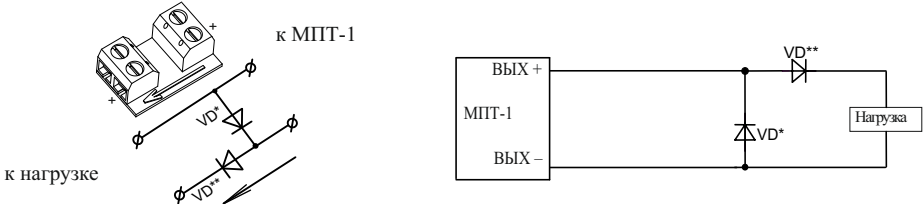

Рисунок 3
5.18 Для обеспечения контроля целостности выходных цепей в разрыв выходной цепи непосредственно к нагрузке должно быть подключено устройство подключения нагрузки (далее – УПН) (Рисунок 3). Стрелка на корпусе УПН направлена к клемме подключения нагрузки. Контроль осуществляется измерением токов, протекающих через диоды, входящие в состав УПН.